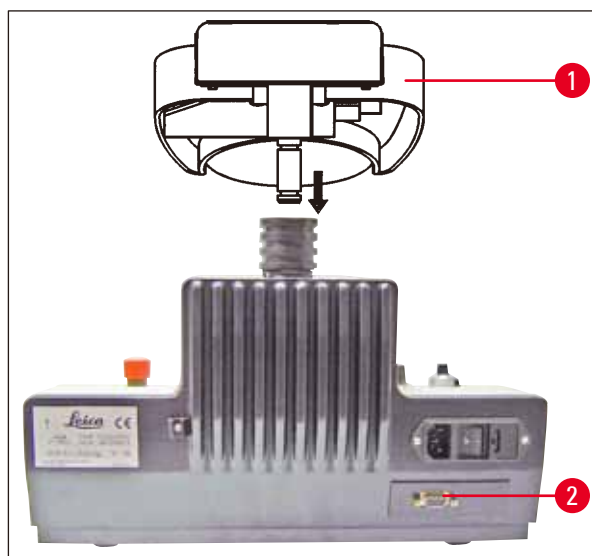

Fig. 8
- Colocarla en el equipo como se indica en la (→ Fig. 8).